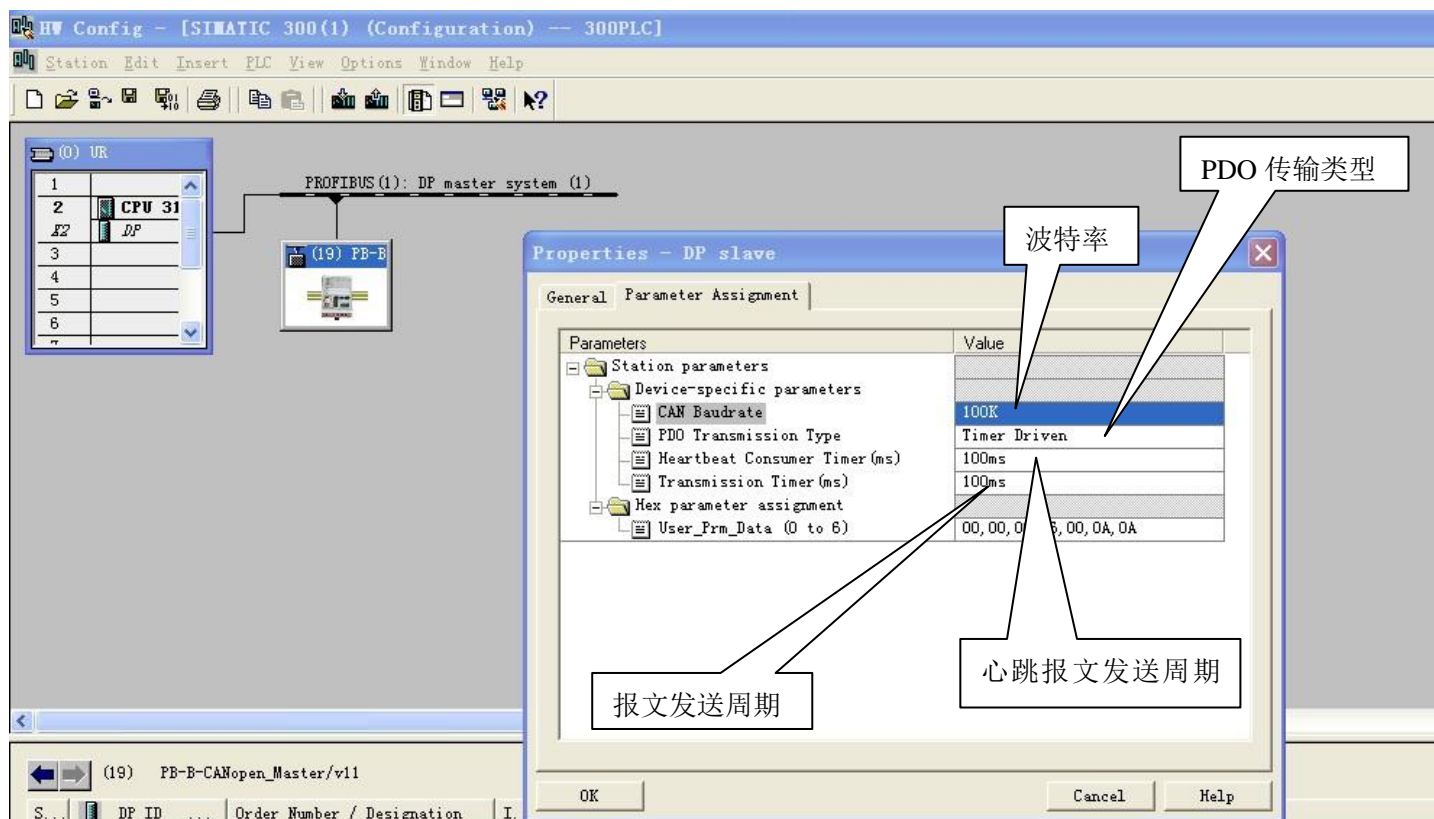

图 4-4 配置波特率和发送周期
- (1) 所读数据是 PDOx 还是 SDO, 明确其 Identifier, 可以参看表 3-1。
- (2) 如果是 PDO, 要明确 PDO 数据的收发是否周期性的, 还是需要 SYNC 请求, 如果是前者, 则仅需要配置相应的 PDO 模块就行了; 如果是后者, 则需要配置 SYNC 模块 (配置方法见“SYNC 的配置”和典型应用 1)。
- (3) PDO 发送类型有: 定时发送、事件触发发送、远程帧触发方式。设定方法见图 4-4。当 PDO 发送类型选择 Timer Driven 时, 将按照 Transmission Timer 设定的时间进行发送。选择 Event Driven 时, 只有当对应的 PROFIBUS 输出数据有变化时发送。选择 Remotely Requested 时, 只有收到远程帧命令时才发送数据。
- (4) SDO 读写可控: 对于读 SDO, 有相应的控制位来启动/停止读周期性 SDO 数据; 对于写 SDO, 有相应的控制位来控制写入方式, 即写入数据有变化时写和周期性写入。
波特率和发送周期要根据现场实际情况进行选择, 如图 4-4 所示: